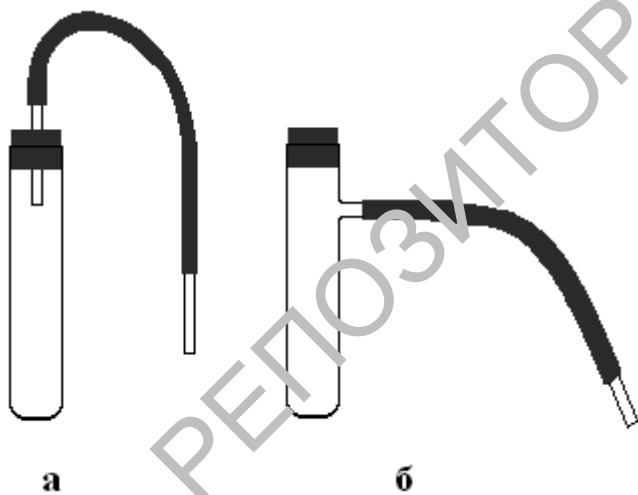

Рис. 3.1
Методика синтеза. Для получения небольших количеств газов используют одну из пробирок, изображенных на рис. 3.1. В пробирку помещают 1-2 кусочка цинка и приливают на $1/3$ пробирки разбавленную соляную или серную кислоту (или 1-2 кусочка алюминия и концентрированный раствор гидроксида натрия соответственно) (1), сразу же плотно закрывают пробкой и помещают в штатив для пробирок.
из них поместите кусочек цинка, в другую - пропускайте водород из прибора, изображенного на рис. 3.1. Сравните скорость изменения цвета раствора в пробирках. Объясните разницу в скорости изменения цвета (4).
5. Восстановление водородом оксида меди (II). В сухую пробирку поместите немного оксида меди (II) и закрепите пробирку в лапке штатива в слегка наклонном положении с несколько приподнятым дном. Водород, идущий из прибора (рис. 3.1), проверьте на чистоту, как описано выше. Убедившись в чистоте водорода, газоотводную трубку от пробирки, в которой получают водород, поместите в пробирку с оксидом меди и пропускайте водород над оксидом меди (II) сначала при комнатной температуре, а затем подогревая пробирку с оксидом меди (II) в пламени спиртовки.